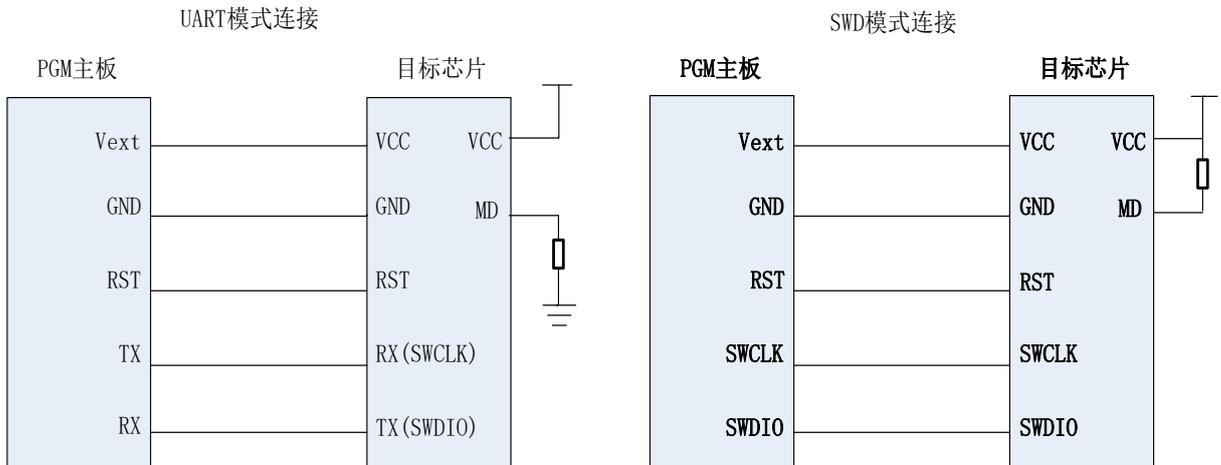

图 6 部分系列连线方法 3
• **HC32F460** 系列芯片的接线方法如图 6 所示。